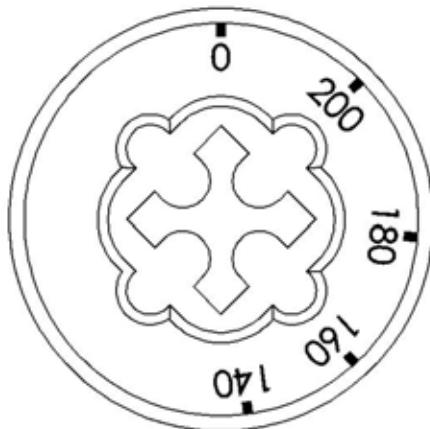

Abb. 2
- Den Drehknopf (Abb. 2) auf die gewünschte Temperatur stellen.
- Den Drehknopf (Abb. 2) auf Position **0** stellen.